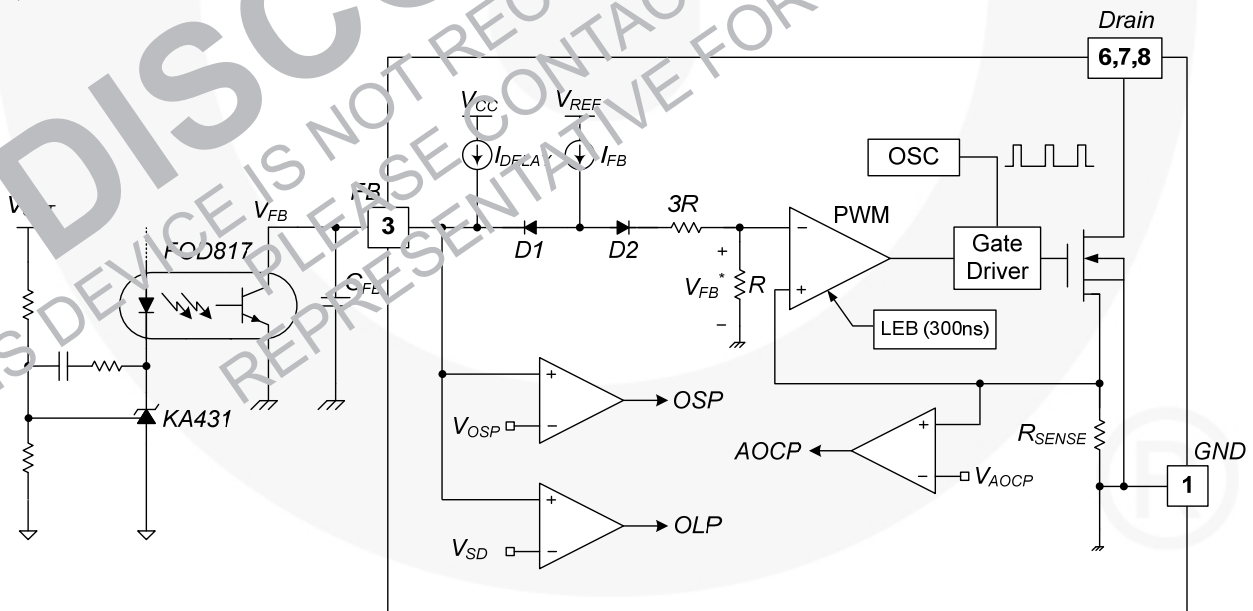

图 19. 脉宽调制 (PWM) 电路
**3. 反馈控制：**该器件采用电流模式控制，如图 19. 所示。通常使用光电耦合器（如 FOD817）和电压调节器（如 KA431）来实现反馈网络。通过比较反馈电压与  $R_{SENSE}$  电阻两端的电压，可实现开关占空比的控制。当电压调节器的参考引脚电压超过内部参考电压 2.5V 时，光电耦合器 LED 电流增大，拉低反馈电压，并减小漏电流。这种情况通常在输入电压提高或输出负载降低时发生。
**3.1 逐脉冲限流：**由于采用电流模式控制，通过 SenseFET 的峰值电流受限于 PWM 比较器的反相输入 ( $V_{FB}^*$ )，如图 19. 所示。假定 90% 的峰值电流仅流经内部电阻器 ( $3R + R = 27 \text{ k}\Omega$ )。二极管 D2 的阴极电压大约为 2.5V。由于当反馈电压 ( $V_{FB}$ ) 超过 2.5V 时，D1 受阻，D2 最大阴极电压被钳位于此电压。因此，通过 SenseFET 的电流峰值受到限制。